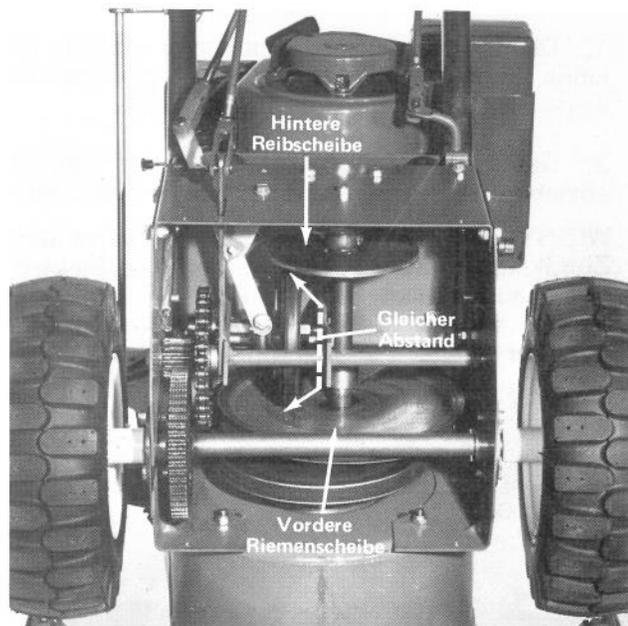

Abb. 34
5. Die gummierte Scheibe muss oben und unten gleichen Abstand von der Reibscheibe und Riemenscheibe haben (Abb. 34). Wenn der Abstand gleich ist, bei Schritt 8 weitermachen. Bei ungleichem Abstand mit Schritt 6 weitermachen.